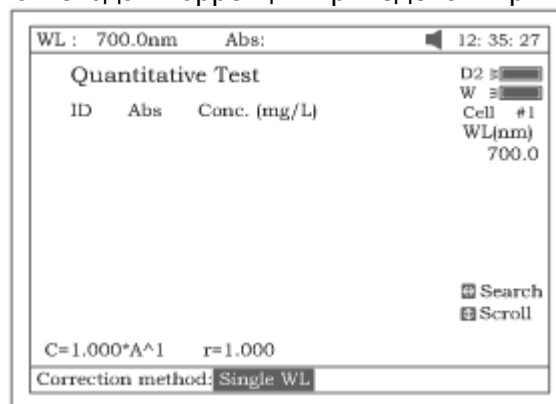

Рисунок 28
- Нажмите клавишу **[УСТАНОВИТЬ]** для выбора методов коррекции и введите значение длины волны. Имеется три метода коррекции (по одной точке, с использованием изометрической кривой оптической плотности и по трем точкам, см. рис.28).
- Нажмите клавишу **[F2]** для вывода на экран большего количества элементов для выбора (рис.28).